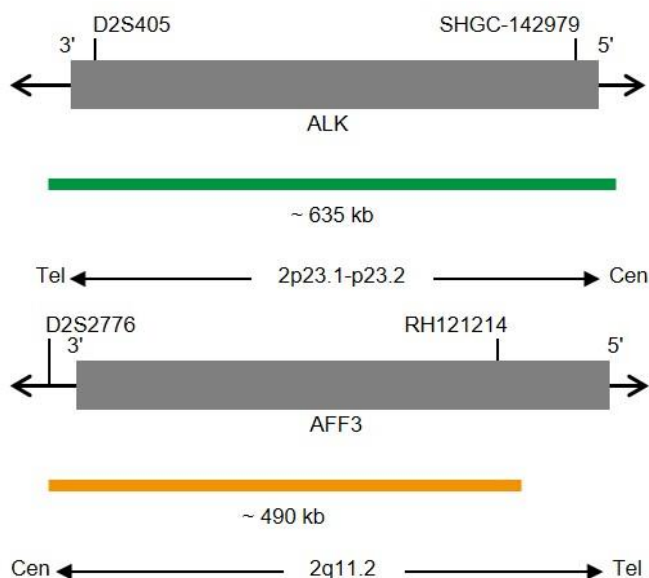

Fig. 1 : Carte de la sonde SPEC ALK, Carte de la sonde SPEC 2q11 (pas à l'échelle)
- Polynucléotides marqués au ZyGreen (excitation 503 nm/émission 528 nm) (~10.0 ng/μl), qui ciblent une séquence de 2p23.1-p23.2* (chr2:29,460,144-30,095,822) hébergeant la région génétique ALK (voir figure 1).
- Polynucléotides marqués au ZyOrange (excitation 547 nm/émission 572 nm) (~4.5 ng/μl), qui ciblent une séquence de 2q11.2* (chr2:100,132,806-100,621,725) (voir figure 1).